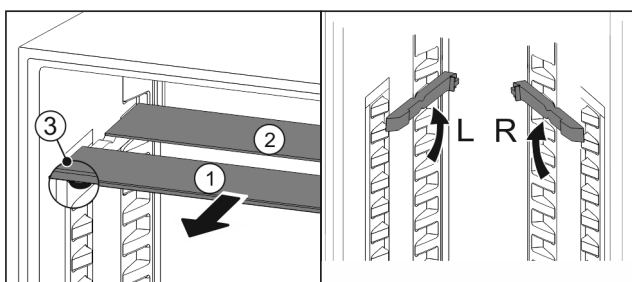

Fig. 176
- ▶ Skleněné desky jednotlivě vytáhněte dopředu Fig. 176 (1).
- ▶ Skleněná deska Fig. 176 (1) s ozdobnou lištou leží vpředu.
- ▶ Zářázky Fig. 176 (3) směřují dolů.